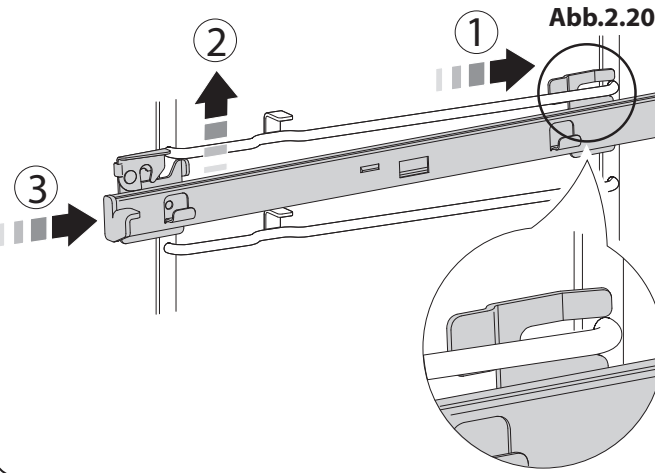

Abb.2.21
2. **HINWEIS:** Um das Entfernen des Rostes zu erleichtern, können Sie ein geeignetes flaches Werkzeug durch die Öffnung in der Seite der Gleitschiene einführen und den Rost heraushebeln (**Abb.2.21**).